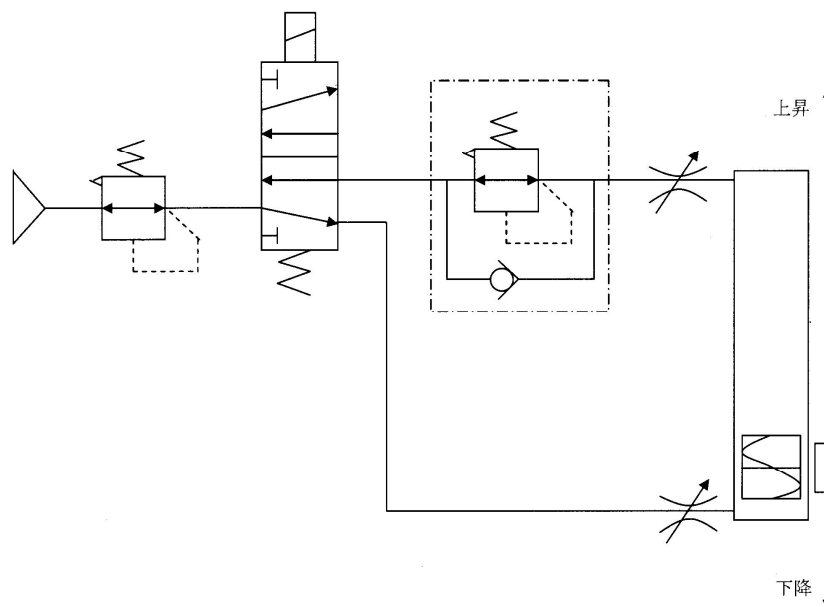

図 7
- ①速度調整は弊社スピードコントローラ (AS シリーズ) の『絞り』タイプあるいはデュアルスピードコントローラを推奨します。(表 3 参照)
- ②メータイン、メータアウトタイプのスピードコントローラにて速度の調整は可能ですが、クッション効果(スムーズな起動、ソフト停止)が得られない場合があります。
- ③水平取付け以外の取付けの場合には、下降側に減圧供給回路(図 7 参照)を入れたシステムを推奨します。